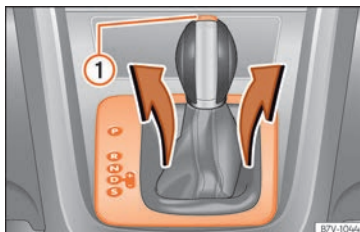

**Fig. 241** Desmontar el revestimiento del campo de indicación de las marchas.
- Tire hacia arriba de la cubierta por la zona del guardapolvos de la palanca  **fig. 241**.
- Presione la tecla de bloqueo  **fig. 241**  en el pomo de la palanca y coloque la palanca en la posición **N**.